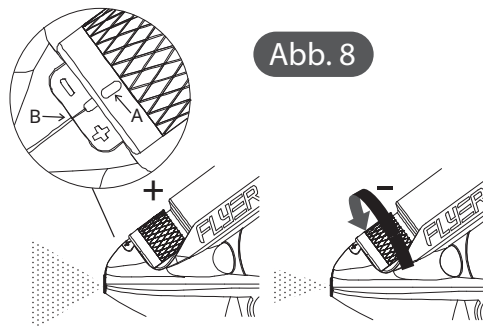

Abb. 8
1. Halten Sie die Farbkontrollkappe fest und drehen Sie sie in Richtung des „+“-Symbols, um mit dem Sprühen zu beginnen. **Abb. 8**